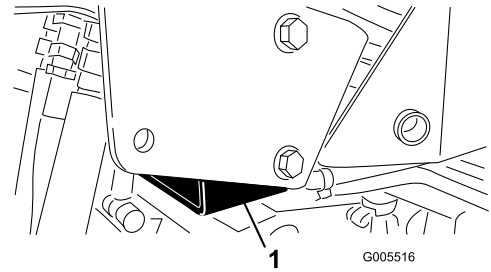

Figure 29
- Côté droit – sous l'appui de cric et adjacent au support du système antiretournement (ROPS) (Figure 29)